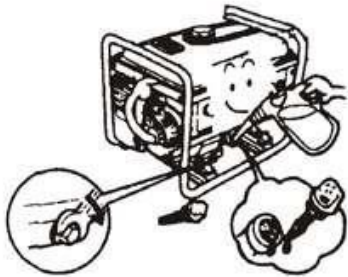

Рис. 52
9.5 Встановлюйте пробку злива мастила на своє місце, налейте свіже мастило в картер до рівня верхньої граничної мітки масляного щупу, потім встановіть ковпачок масляного фільтра в первісну позицію (Рис. 52).